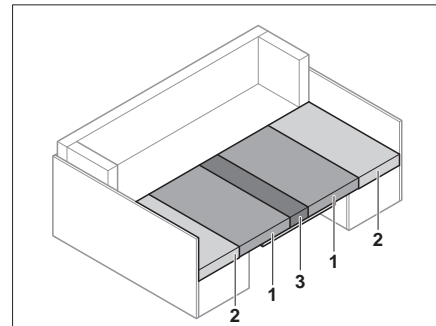

Bild 71 Nach dem Umbau
- Die Sitzpolster (Bild 71,1) zur Mitte ziehen.
- Die Rückenpolster (Bild 71,2) zwischen die Sitzpolster (Bild 71,1) und die Außenwand legen.
- Das Zusatzpolster (Bild 71,3) zwischen die Sitzpolster (Bild 71,1) auf den Tisch legen.